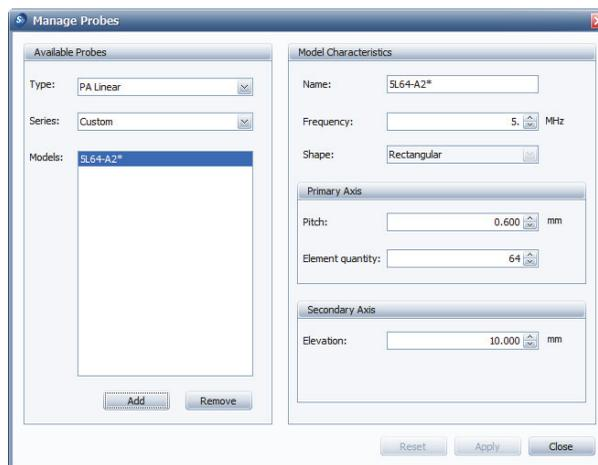

Рис. 9-12 Диалоговое окно Manage Probes и новый ПЭП
- Для удаления пользовательского ПЭП, выберите его в списке **Models** в зоне **Available Probes** и щелкните **Remove** [Удалить] (см. Рис. 9-12 на стр. 112).
При выборе пользовательского ПЭП в списке **Models**, его имя автоматически отображается в поле **Name** зоны **Model Characteristics** (см. Рис. 9-12 на стр. 112). Имя нового преобразователя отмечается звездочкой и может быть отредактировано. Параметры зоны **Model Characteristics** становятся доступны.